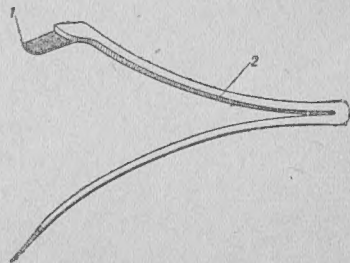

Рис. 13. Боевая пружина:
14. Боевая пружина (рис. 13) служит для сообщения курку быстрого движения для удара по капсулю патрона.